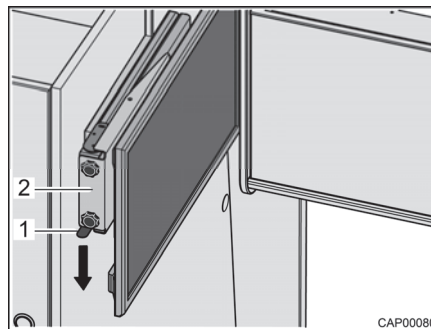

Bild 69 Auszug mit Flachbildschirm
- Rastfeder (Bild 69,1) nach unten drücken und Auszug (Bild 69,2) mit Flachbildschirm waagrecht in Richtung Fahrzeugmitte herausziehen.
- Auszug (Bild 69,2) mit Flachbildschirm waagrecht bis zum Anschlag hineinschieben. Die Rastfeder (Bild 69,1) rastet hörbar ein.